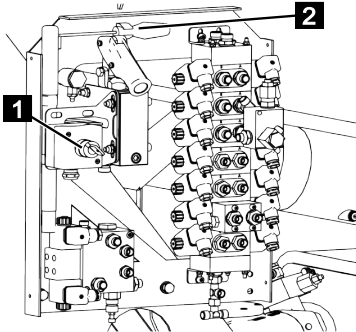

Fig. 136
7. Si le mode d'entretien est effectué par le moteur électrique, l'interrupteur à clé (Fig.136/1) doit être actionné est maintenu enfoncé.
8. Actionner la vanne souhaitée en appuyant fortement dessus avec le levier de commande (Fig.136/2) jusqu'à ce que le composant sélectionné ait atteint la position souhaitée.